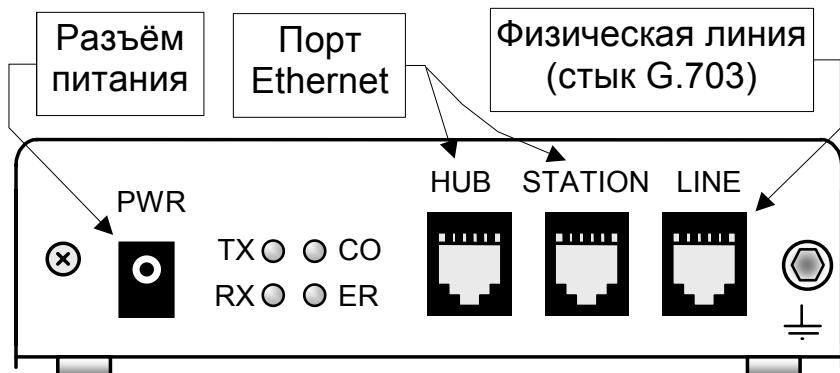

Рис. 5. Задняя панель модема
Внешний вид задней панели приведён на Рис. 5. На задней панели модема расположены индикаторы состояния Ethernet порта и разъёмы.
Расположение разъемов приведено на Рис. 5. Назначение контактов разъемов физической линии (стыка G.703) см.Приложение 2 на стр.37, а контактов разъемов Ethernet порта – см.Приложение 3 на стр.37.
1. Подключить физическую линию (стык G.703) к розетке RJ-45, расположенной на задней стенке модема (см.Рис. 5).